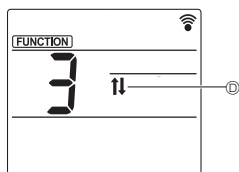

Fig. 5-3
1. На экране настройки Function (Функция) нажмите кнопку  ④ и выберите функцию № "3".
2. Нажмите кнопку  ③.
- Значок подъема/опускания  начнет мигать. (Fig. 5-3)
3. Нажмите кнопку  ④ или  ⑤.